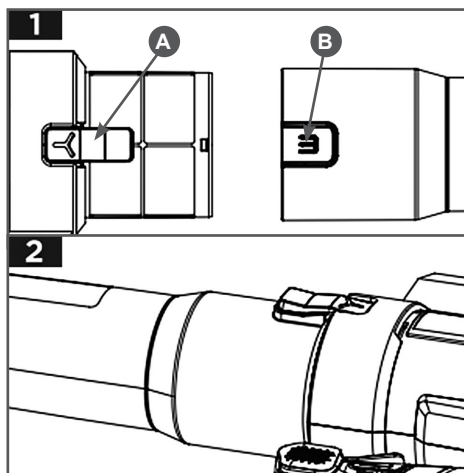

Рис. 2 Установка напорной трубы
2. Установите напорную трубу как показано на Рис. 2. Для этого совместите направляющую В напорной трубы воздухоудвки и фиксатор А на выходном патрубке воздухоудвки и наденьте трубу до щелчка фиксатора.